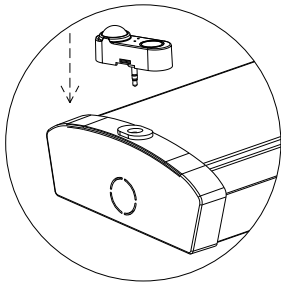

Figure 2
- 2. Insérer le détecteur dans la prise (Fig. 2).